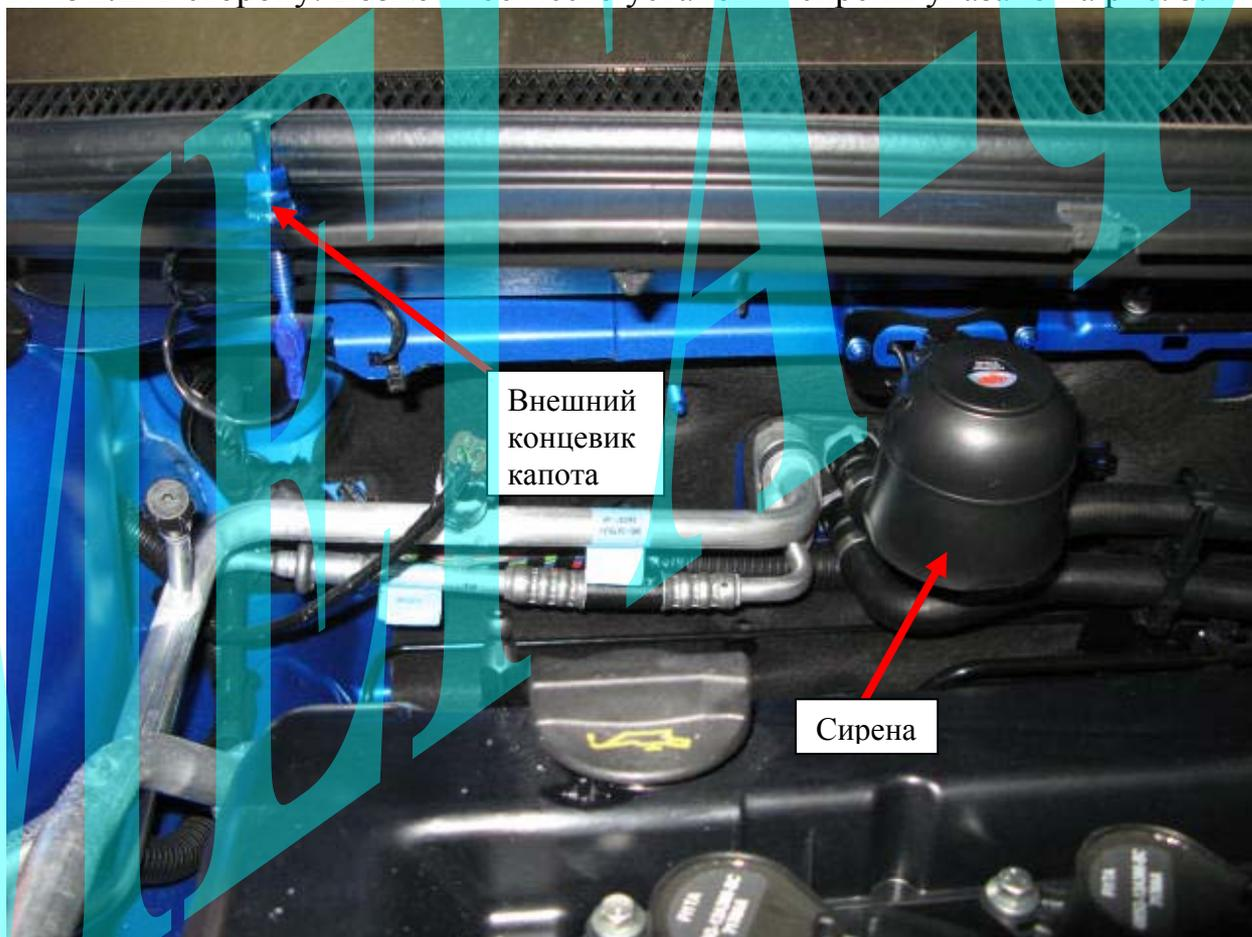

Рис. 5: Возможное место установки датчика капота и сирены.
В случае отсутствия штатного датчика капота необходимо установить внешний датчик, обеспечить контакт его корпуса с «массой» и подключить его к серому/черному проводу разъема CN3 системы Scher-Khan Magicar 6 (B). См. рис. 5.
Для подключения сирены необходимо провести в моторный отсек коричневый провод разъема CN1 системы Scher-Khan Magicar 6 (B) и соединить его с красным проводом сирены. Черный провод сирены качественно соединить с «массой» автомобиля. Сирену располагать рупором вниз или в сторону. Возможное место установки сирены указано на рис. 5.